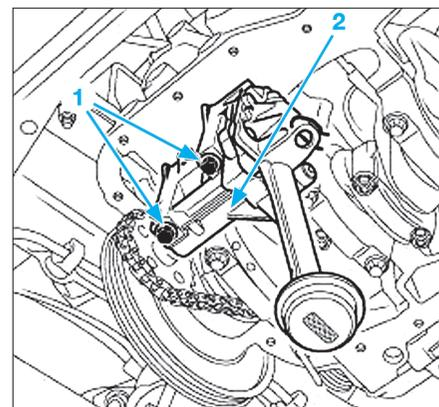

Fig. 35
- Déposer les vis (1) de fixation de la pompe à huile (2) (Fig.35).